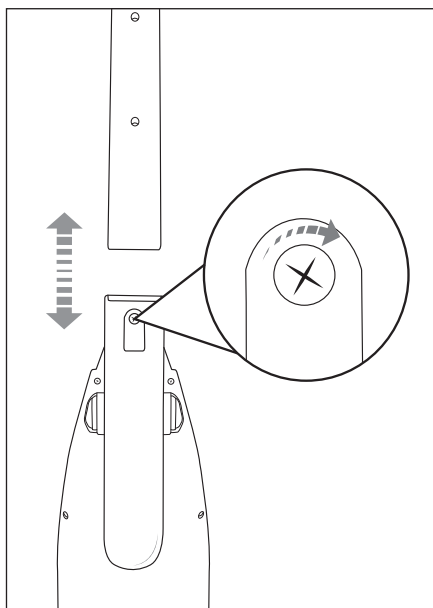

Abb. 2
- 2) Stecken Sie den Stiel 11 auf die Stielhalterung am Gerät. Schieben Sie den Stiel 11 ganz auf die Stielhalterung, bis er fest auf dem Gerät sitzt. (Abb. 2).